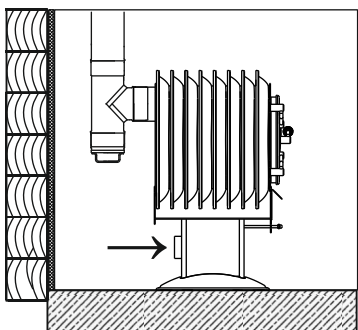

Рисунок 5. Вариант установки печи без подачи уличного воздуха
Внимание! При установке печи без подачи уличного воздуха (рис.5), необходимо, в обязательном порядке, удалить заглушку патрубка Ø80 мм (15).
Рисунок 5. Пример монтажа радиаторной отопительной печи «Фаренгейт» в помещении из горючих материалов (дерева) с установкой печи на основание из негорючего материала и присоединением к дымоходу
- пол из горючих и трудногорючих материалов перед дверкой топki застелить металлическим листом размером 700×500 мм (рисунок 5).